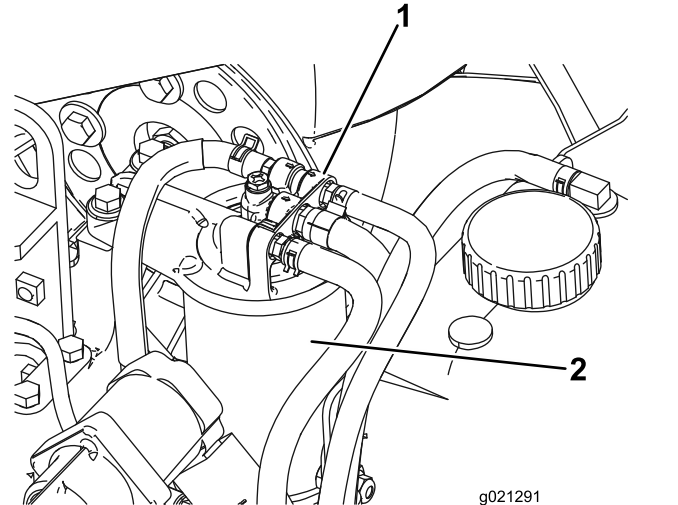

Bild 82
2. Reinigen Sie den Bereich um den Kraftstofffilterkopf (Bild 82).
3. Entfernen Sie den Filter und reinigen Sie die Befestigungsoberfläche des Filterkopfes (Bild 82).